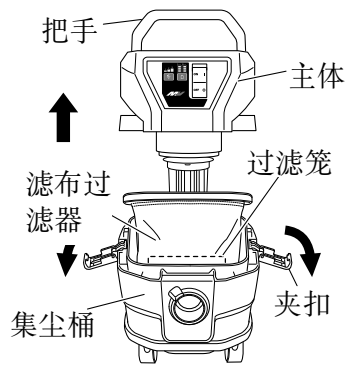
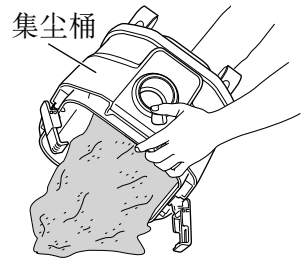

图 12
图 23
(1) 拆下两个夹子，用手柄拉起头部并将其从集尘桶中取出。（见图 12）
(1) 拆下两个夹子，用手柄拉起头部并将其从集尘桶中取出。(见图 12)
(2) 安装过滤器
- (1) 拆下两个夹子，用手柄拉起头部并将其从集尘桶中取出。(见第 16 页的图 12)
- (2) 轻轻敲几下滤布过滤器的内侧，去除附着在滤布过滤器上的灰尘。
- (3) 倾斜集尘桶倒出灰尘。(参照图 23)
- (4) 将滤布过滤器、过滤笼、主体和夹扣都放回原来的位置。